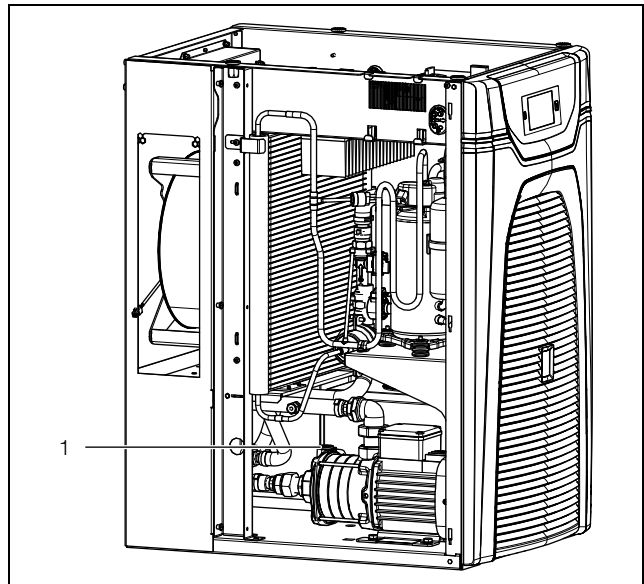

Abb. 42: Kühlmediumpumpe entlüften
- Entlüften Sie die Kühlmediumpumpe (im Stillstand), indem Sie die Entlüftungsschraube (Abb. 42, Pos. 1) lösen.